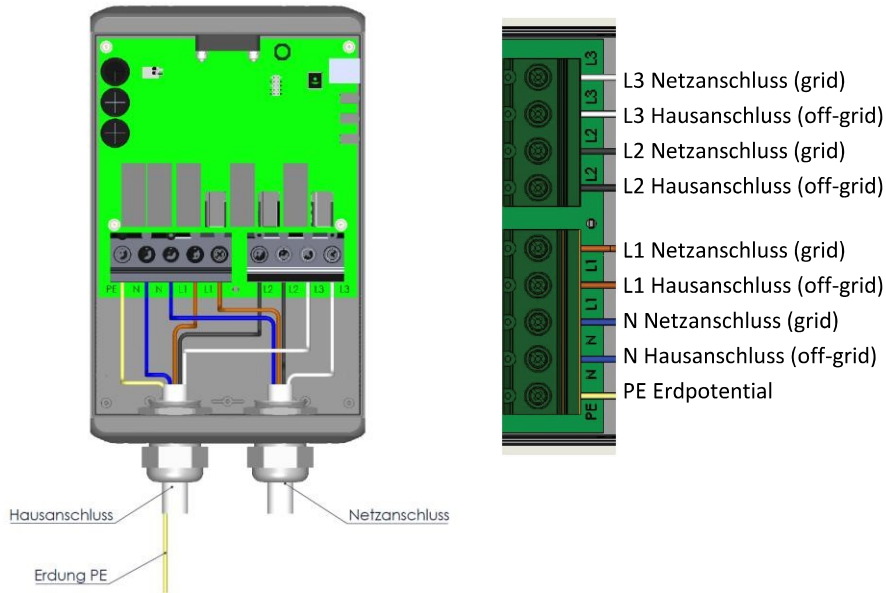

Abb. 9: Netzanschluss mit Kabeldurchführung und Belegung
7. Die Verkabelung der Komponente ist an den Kabelklemmen mit [X S_2,5] vorzunehmen (siehe Abb. 9):